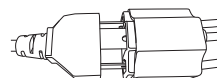

Figura -9
- Collegare il connettore di alimentazione come mostrato nella Figura 9.